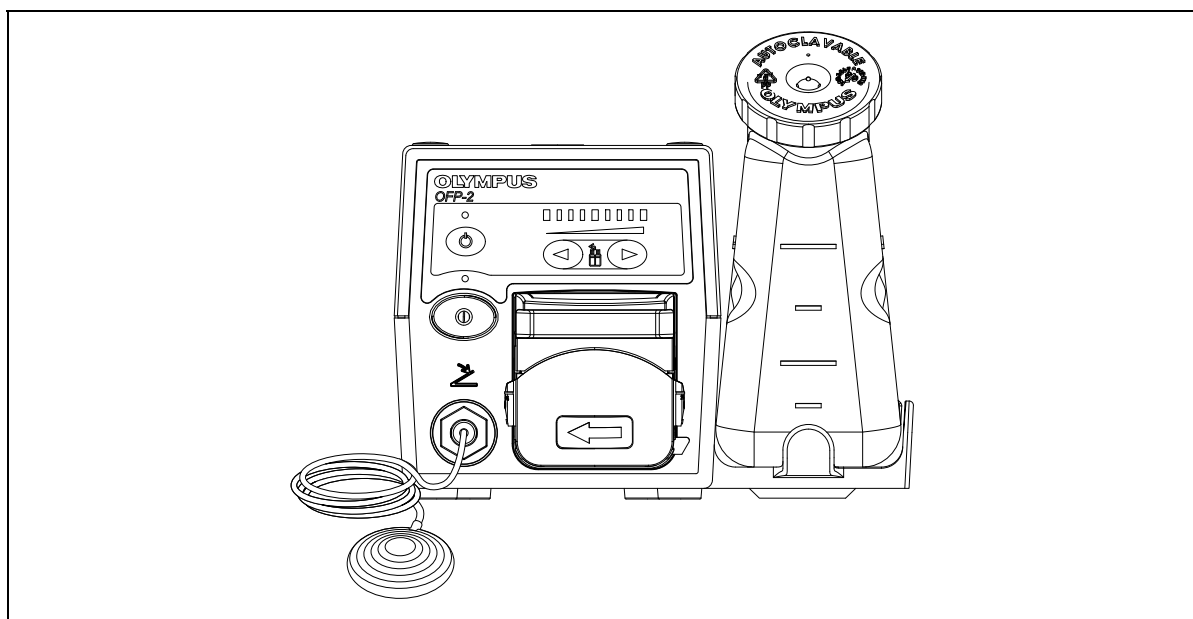

Рис. 3.2.
6. Вставьте шнур ножного выключателя в порт подключения ножного выключателя на передней панели (Рис. 3.2.) и положите ножной выключатель на пол.